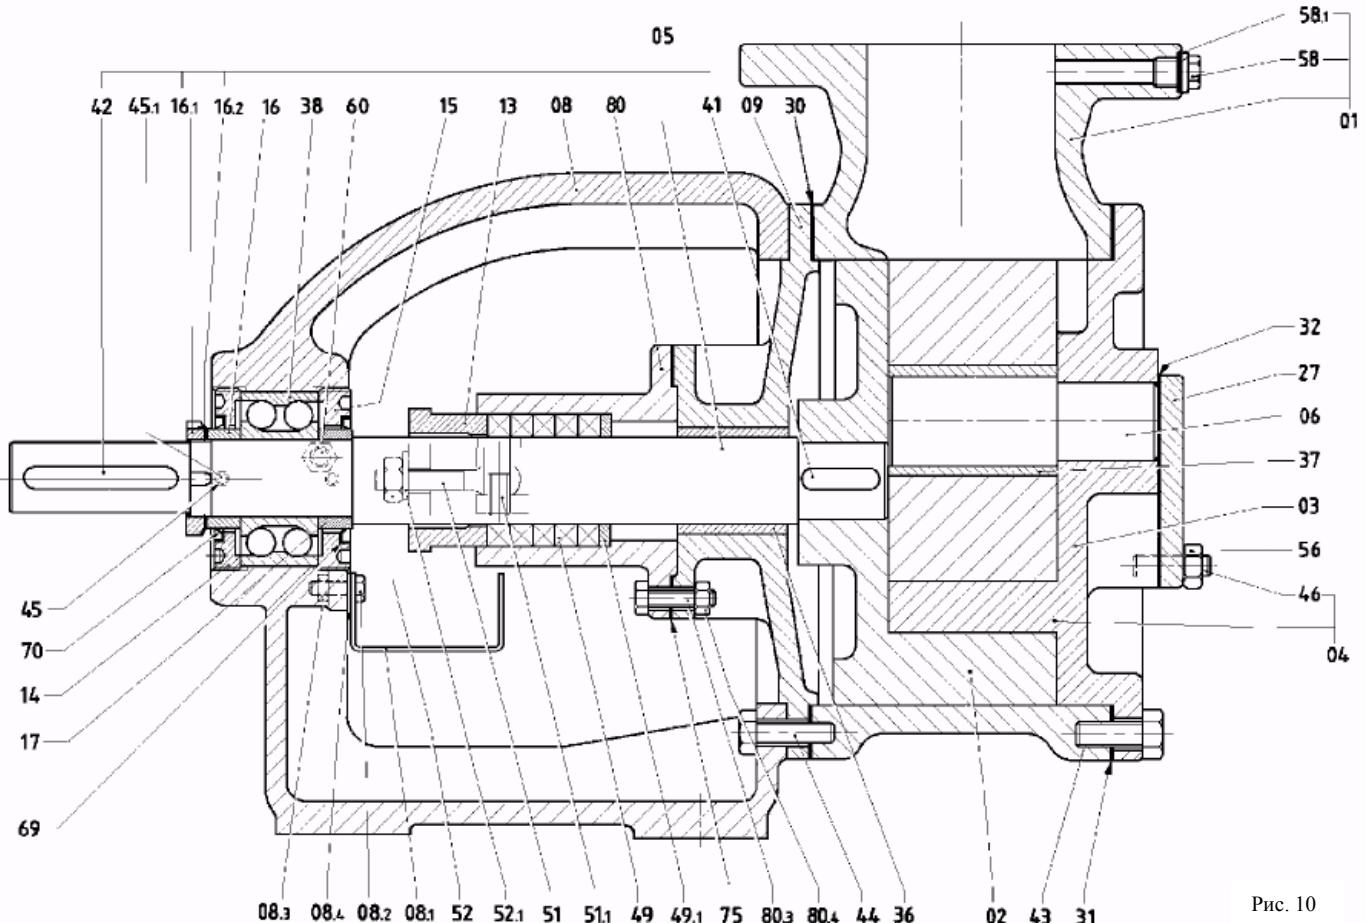
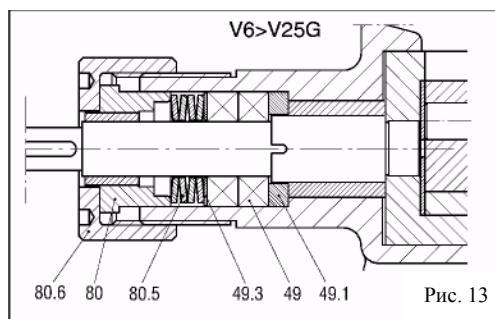

Рис. 10
Рис. 13
11.1 Демонтаж передней крышки (04) (см. рис. 10)
- Отвинтить винты (43). Используйте два резьбовых отверстия в передней крышке (если имеются) чтобы облегчить ее демонтаж.
- При демонтаже передней крышки, будьте осторожны, чтобы не повредить прокладку (31). В случае повреждения она должна быть заменена. Не используйте поврежденные прокладки или прокладки с толщиной, отличной от толщины оригинальной прокладки.
- Выдвиньте осторожно узел передняя крышка (04)/шестерня (03) из корпуса насоса. Внимание: когда передняя крышка демонтирована, шестерня может упасть, если ее не поддерживать. Это - потенциальная причина несчастного случая.
11.2 Демонтаж шестерни (03) (см. рис. 10)
- Снимите шестерню с вала (06). Втулка шестерни впрессована в нее. (Некоторые версии не имеют втулки шестерни и шестерня устанавливается на вал большего диаметра.)
11.3 Демонтаж вала шестерни (06) (см. рис. 10)
11.4 Демонтаж кожуха (01) (см. рис. 10)
- Удалите винты (44).
- Отсоедините кожух от задней крышки (09), стараясь не повредить прокладку (30). Если прокладка повреждена, замените ее.
11.5 Демонтаж шарикоподшипника (38) (см. рис. 10)
- Выньте шпонку (42) из шпоночного паза на валу (05).
- Ослабить штифты (45).
- Удалить внешнее подшипниковое кольцо (14) и внутреннее подшипниковое кольцо (15).
- Демонтируйте подшипник, используя пресс. Если пресс недоступен, используйте специальный съемник. Имейте в виду что ротор (02), задняя крышка (09) и корпус уплотнения (80) будут также демонтированы вместе с валом.
11.6 Демонтаж сальниковой набивки (49) (чугунные насосы от V6 до V25) (см. рис. 13)
- Открутите кольцо (80.6) и выньте нажимную втулку (80).